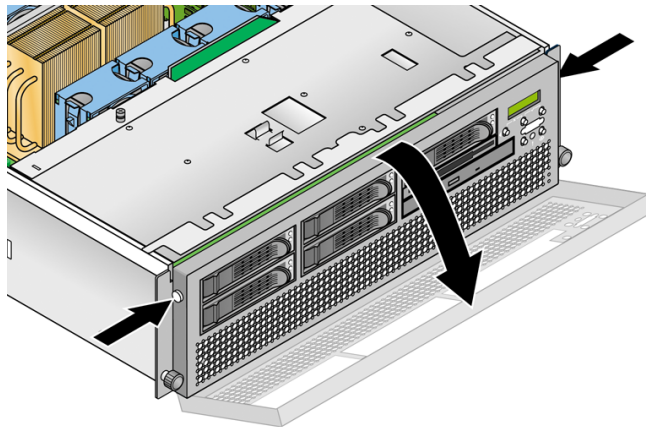

図 4-13 正面ベゼルの取り外し
2. 正面ベゼルの両側にあるゴム製のボタンを押してから、ベゼルの上端を下方方向に回転させて、サーバーからベゼルを取り外します (図 4-13 を参照)。